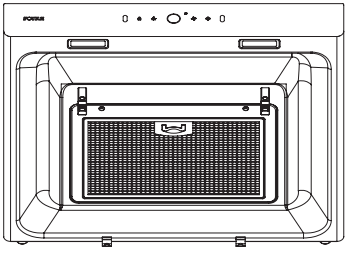
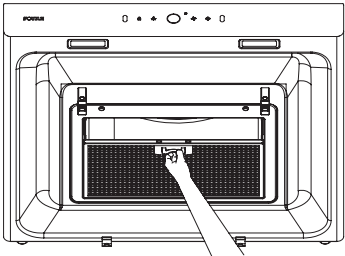

Fig.3
Fig.4
2. 直接扳開前濾網卡扣，取下前濾網（見 Fig.3 和 Fig.4）；
2. 然后取下前濾網（見 Fig.3 和 Fig.4）；